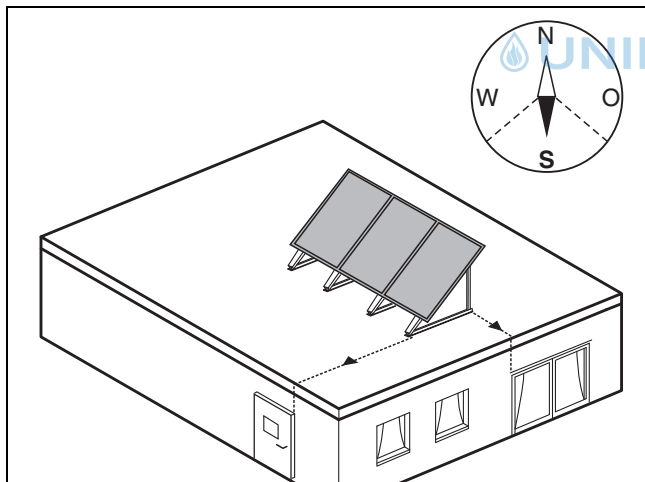

Bild 10 Kollektoranordnung
- Kollektorfeld möglichst südlich ausrichten (→ Bild 10).
- Kollektorfeld so ausrichten, dass es mit Fenstern, Türen usw. fluchtet (→ Bild 10).